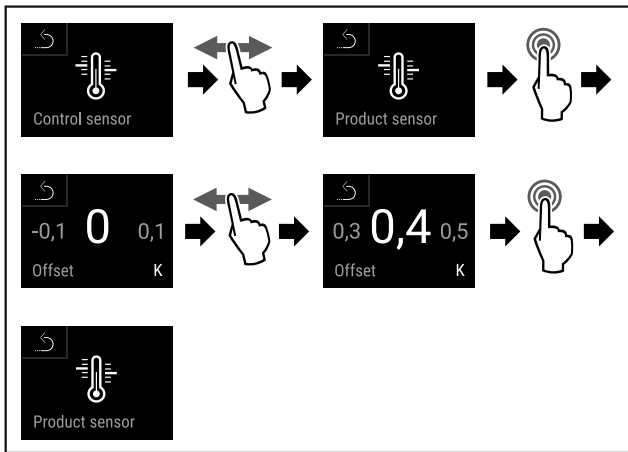

Fig. 138
- ▶ Seguir los pasos de procedimiento (consulte Fig. 138) .